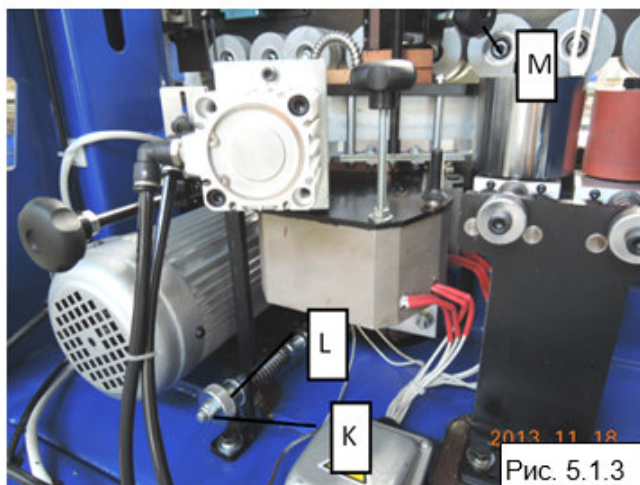

Рис. 5.1.3
Заготовка движется по транспортеру через копирующий ролик D (Рис. 5.1.1), посредством которого через зубчатую передачу L производится подача ленты (Рис. 5.1.3). Таким образом лента подается точно к заготовке.
- Ручка L используется для перемещения клеевой ванны вперед-назад. Она затянута на заводе, чтобы избежать повреждений при транспортировке. Для использования механизма полностью ослабьте ручку, пока не достигните гайки К (Рис. 5.1.3).
**Гайка К отрегулирована на заводе и менять её положение ЗАПРЕЩАЕТСЯ (Рис. 5.1.3).**
#### 5.2.1 Регулировка количества наносимого клея (Рис. 5.1.3)